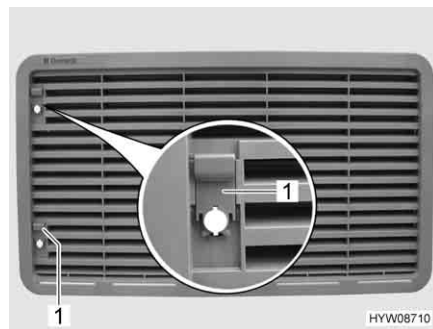

Fig. 128 Griglia di aerazione del frigorifero
- Spingere il cursore (Fig. 128,1) verso l'alto.